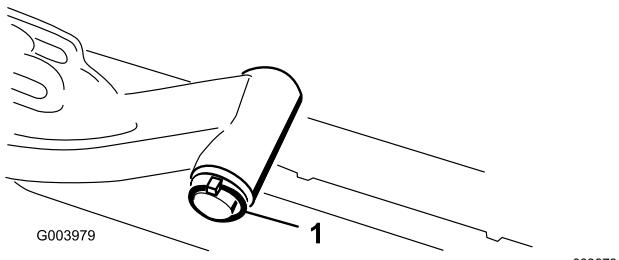

Figura 18
- A. Togliete l'acciarino e la rondella che fissano l'albero di articolazione al braccio di sollevamento, ed estraete l'albero dal braccio di sollevamento (Figura 18).
3. Inserite l'albero del braccio di sollevamento nel braccio di sollevamento, e fissatelo con la rondella e l'acciarino (Figura 18).